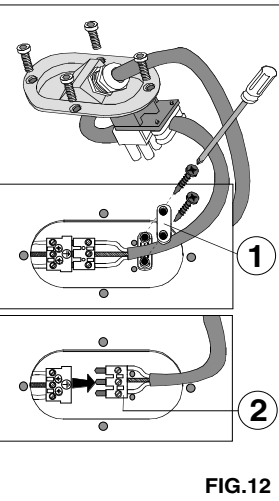

FIG.12
- Svitare il bloccacavo posizionato sulla piastra componenti. **FIG.12/1**
- Sganciare il morsetto ad innesto rapido per liberare la piastra portalampe **FIG.12/2**
- Unscrew the gland on the components plate. **FIG.12/1**
- Release the clamp to separate the socket plate. **FIG.12/2**
- Dévisser le press étoupe de la plaque des composants. **FIG.12/1**
- Séparer le platine à douille en dévissant les étaux. **FIG.12/2**
- Den Kabelklemme auf die Komponentenplatte abschrauben **BILD 12/1**
- Die Steckklemme abhaken um die Komponentenplatte abzuraeumen **BILD 12/2**